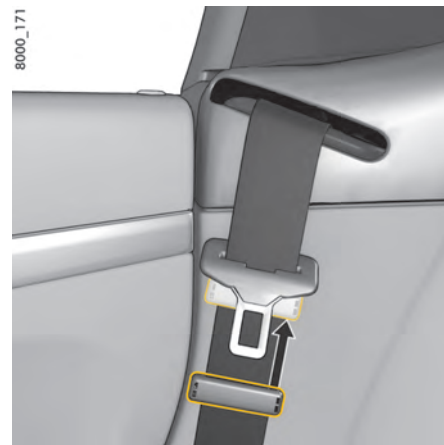

Fig. 44 : Rangement de la ceinture de sécurité
3. Amenez la languette de verrouillage jusqu'à env. 7 cm sous l'étrier de renvoi de l'enrouleur et bloquez-la à l'aide de la glissière en plastique (fig. 44).